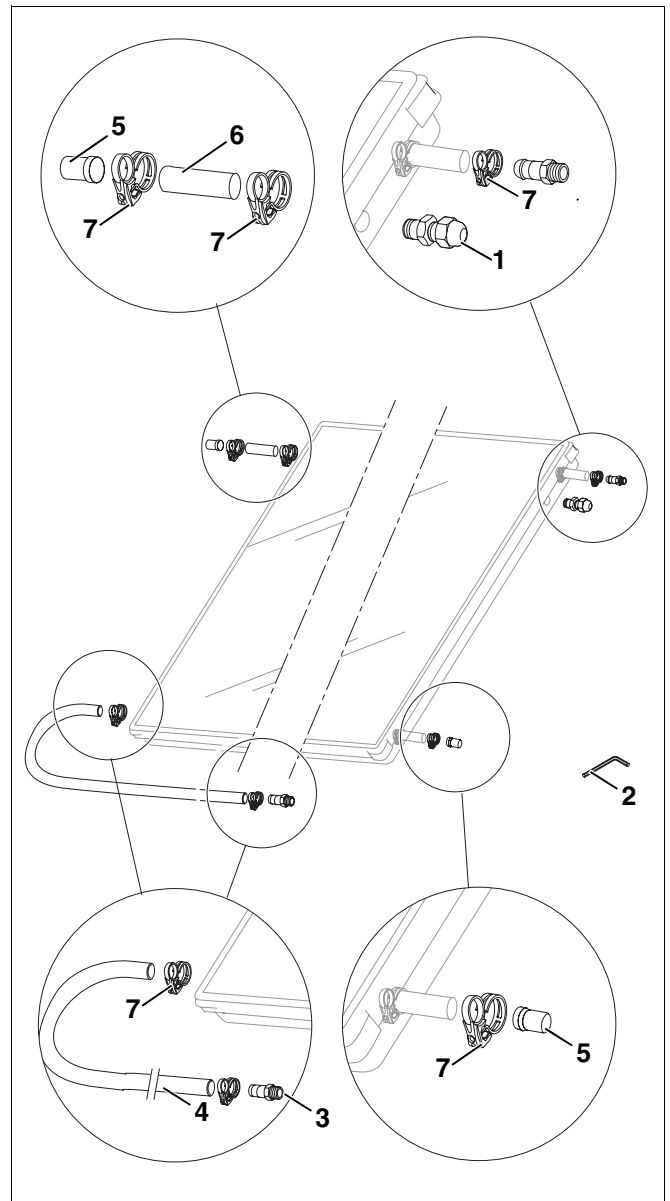

Fig. 4 Conjunto básico de tubos por linha de colectores
4.2.3 Conjunto básico de tubos (por linha de colectores) – Fig. 4